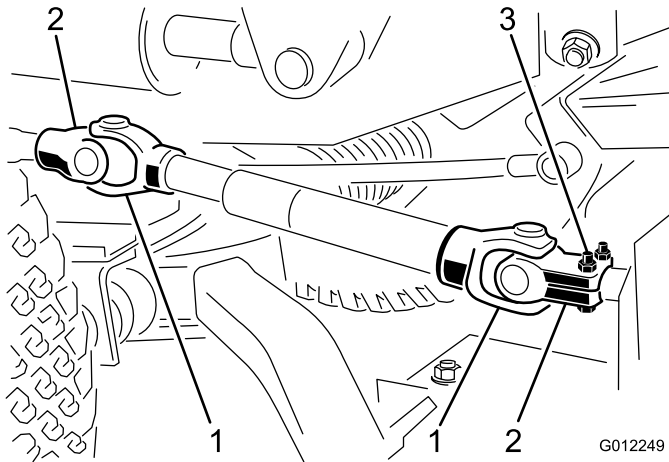

Bild 11
2. Schieben Sie das Joch auf die Welle und befestigen sie mit einem Spannstift und zwei Kopfschrauben (5/16" x 1-3/4") und Sicherungsmuttern (5/16") (Bild 11).